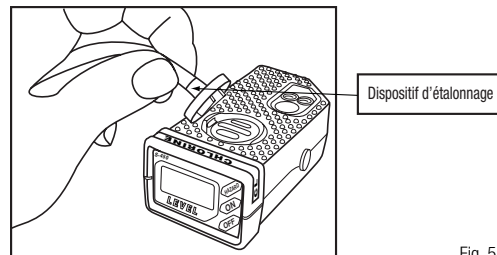

Fig. 5
3. Fixer le dispositif d'étalonnage sur la grille du capteur (Fig. 5). Pour ce faire :
4. Fixer le tube du détendeur de gaz de la bouteille de gaz d'étalonnage au dispositif d'étalonnage. Ouvrir le robinet de gaz. Appliquer le gaz à un débit de 0,2 litre par minute (L/min) pour tous les capteurs sauf pour le capteur de chlore (CL), qui exige 0,5 L/min. Appliquer le gaz pendant 3 minutes environ afin de permettre au capteur de se stabiliser.